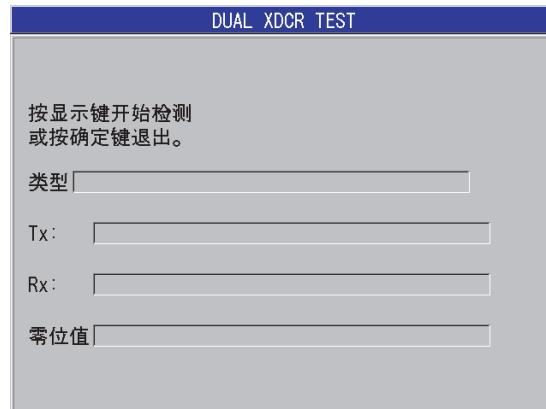

图 15-3 双晶探头测试屏幕
7. 选择**DUAL XDCR TEST** (双晶探头测试) 后, 在**双晶探头测试**屏幕中 (参见第 273 页的图 15-3):